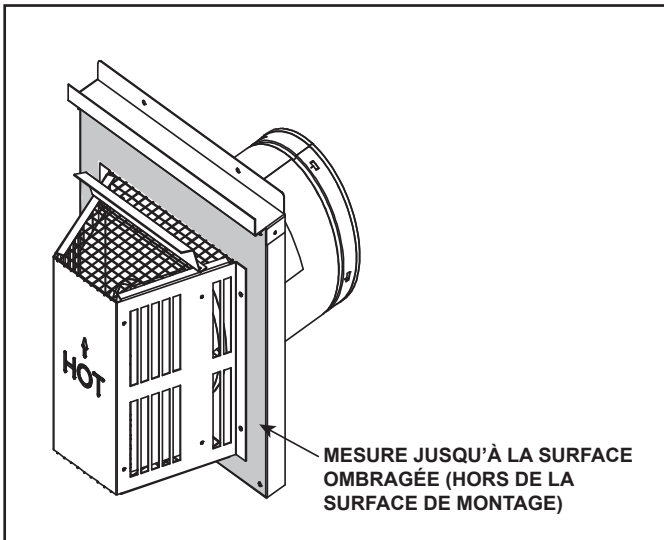

Figure 4.6 Mesure à la surface extérieure de montage
- Les extrémités horizontales sont mesurés par rapport à la surface de montage extérieure (bride du chapeau de l'extrémité). Voir la figure 4.6.